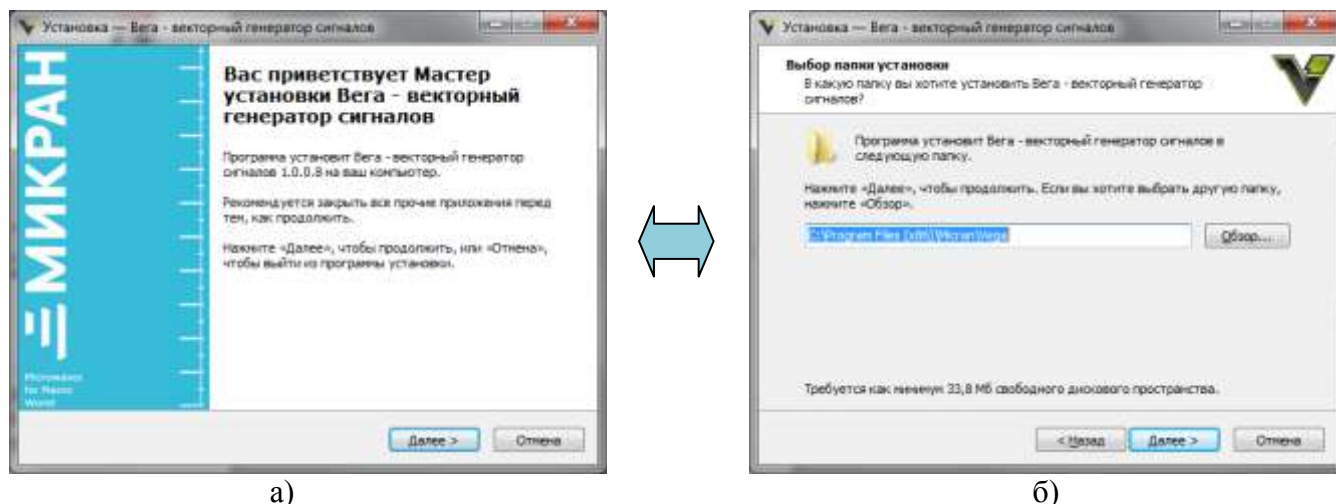

Рисунок 5.2 – Мастер установки ПО
- а) запустить установочный файл программы «*install_Vega_X.X.exe*», в открывшемся окне выберите язык программы «Русский» и нажмите «ОК», в результате будет запущен мастер установки ПО (рисунок 5.2);